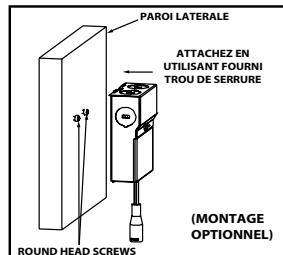

Figure 4
- DOIT suivre le code électrique local pour la fixation rigide et le placement du boîtier de boîte de jonction à distance. (Figure 4)